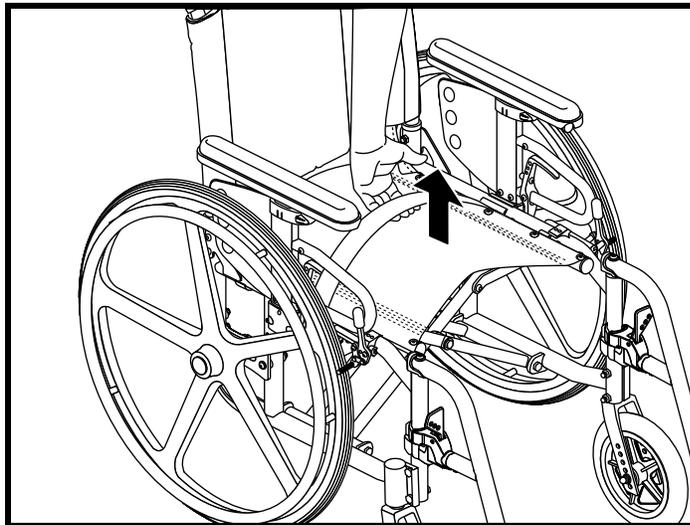

Figure 9. Repliage du Litestream XF
4. Tirez sur la toile du siège afin de ramener les roues ensemble. Voir la figure 9.